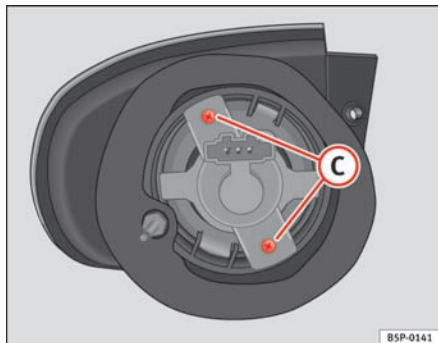

Fig. 187 Blinklygte
- Skru skruerne ⇒ side 246, fig. 187 (C) ud af fatningen, og træk i den.
- Skru skrue(r)ne ⇒ fig. 187 C ud af fatningen, og træk i den.